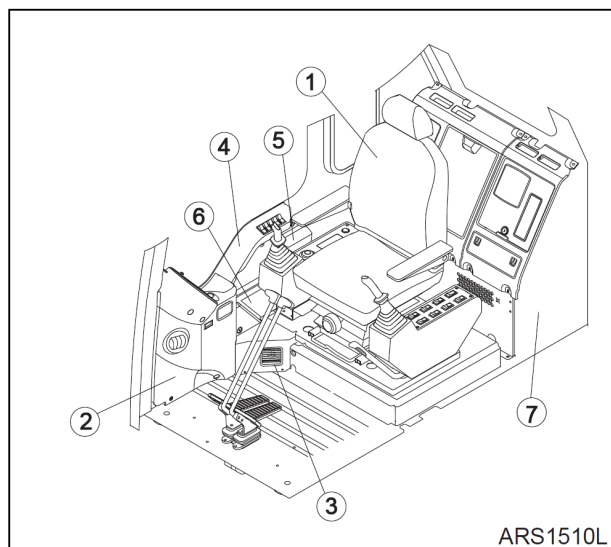

Рис. 13
15. Установить боковую панель (6, рис. 13) и карман (5).
16. Установить крышку (4, рис. 13) и подсоединить главную проводку. Установить крышку (3). Подсоединить разъемы счетчика моточасов и прикуривателя на крышке (2).
17. Установить крышку (2, рис. 13).
18. Установить сиденье оператора (1, рис. 13).